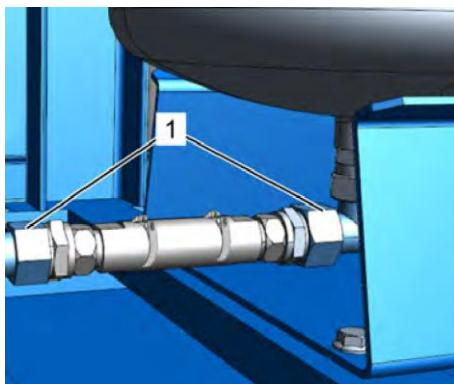

Рис. 52: Анод протекторной защиты
4. → Последовательно отсоедините два резьбовых соединения перед анодом протекторной защиты (Рис. 52/1).
11. → Закрутите два резьбовых соединения перед анодом протекторной защиты (Рис. 52/1).